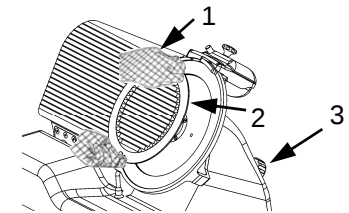
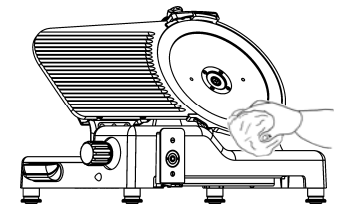

Abb. 41
Abb. 42
ACHTUNG: Für die Reinigung des Schneideblatts benötigt man ein Paar Metallhandschuhe (1) (Abb. 41) und ein feuchtes Tuch.
Den Drehgriff des Abdeckungszugbolzens (3) lösen und die Messerabdeckung (2) abnehmen (Abb. 41). Nun kann das Schneideblatt gereinigt werden (Abb. 42).